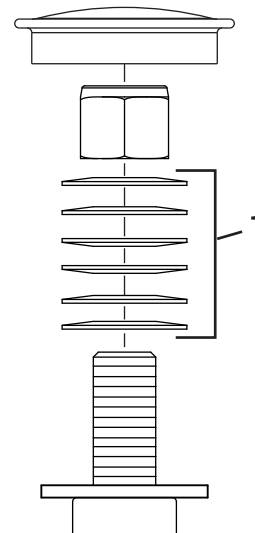

Figura 50
3. Togliete il coperchietto antipolvere dalla ruota orientabile e serrate il dado di bloccaggio (Figura 50).
4. Serrate il dado di bloccaggio finché le rondelle elastiche non sono piatte, quindi allentate di un quarto di giro per mettere a punto il precarico sui cuscinetti (Figura 50).
**Importante:** Verificate che le rondelle elastiche siano correttamente montate, come riportato nella Figura 50.
5. Montate il coperchietto antipolvere (Figura 50).